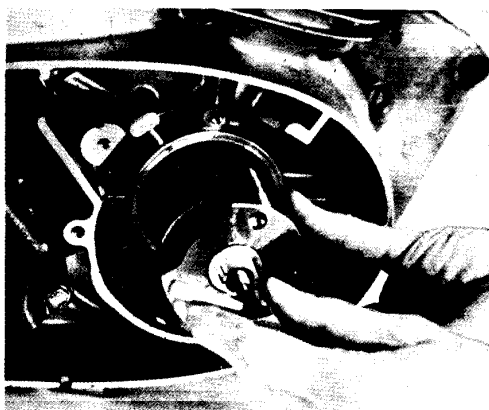

Bild 32-3. Avdragning av rotor.
6. Skruva in avdragaren S-48 i rotorns gänga och vrid åt höger till dess rotorn glider av axeltappen. För att rotorn inte skall vrida sig fasthålls den med handen, (Bild 32-3). Lägg in rotorn så snart som möjligt i statorn, så att rotorn inte skadas och håll dessa komponenter skilda från övriga delar.